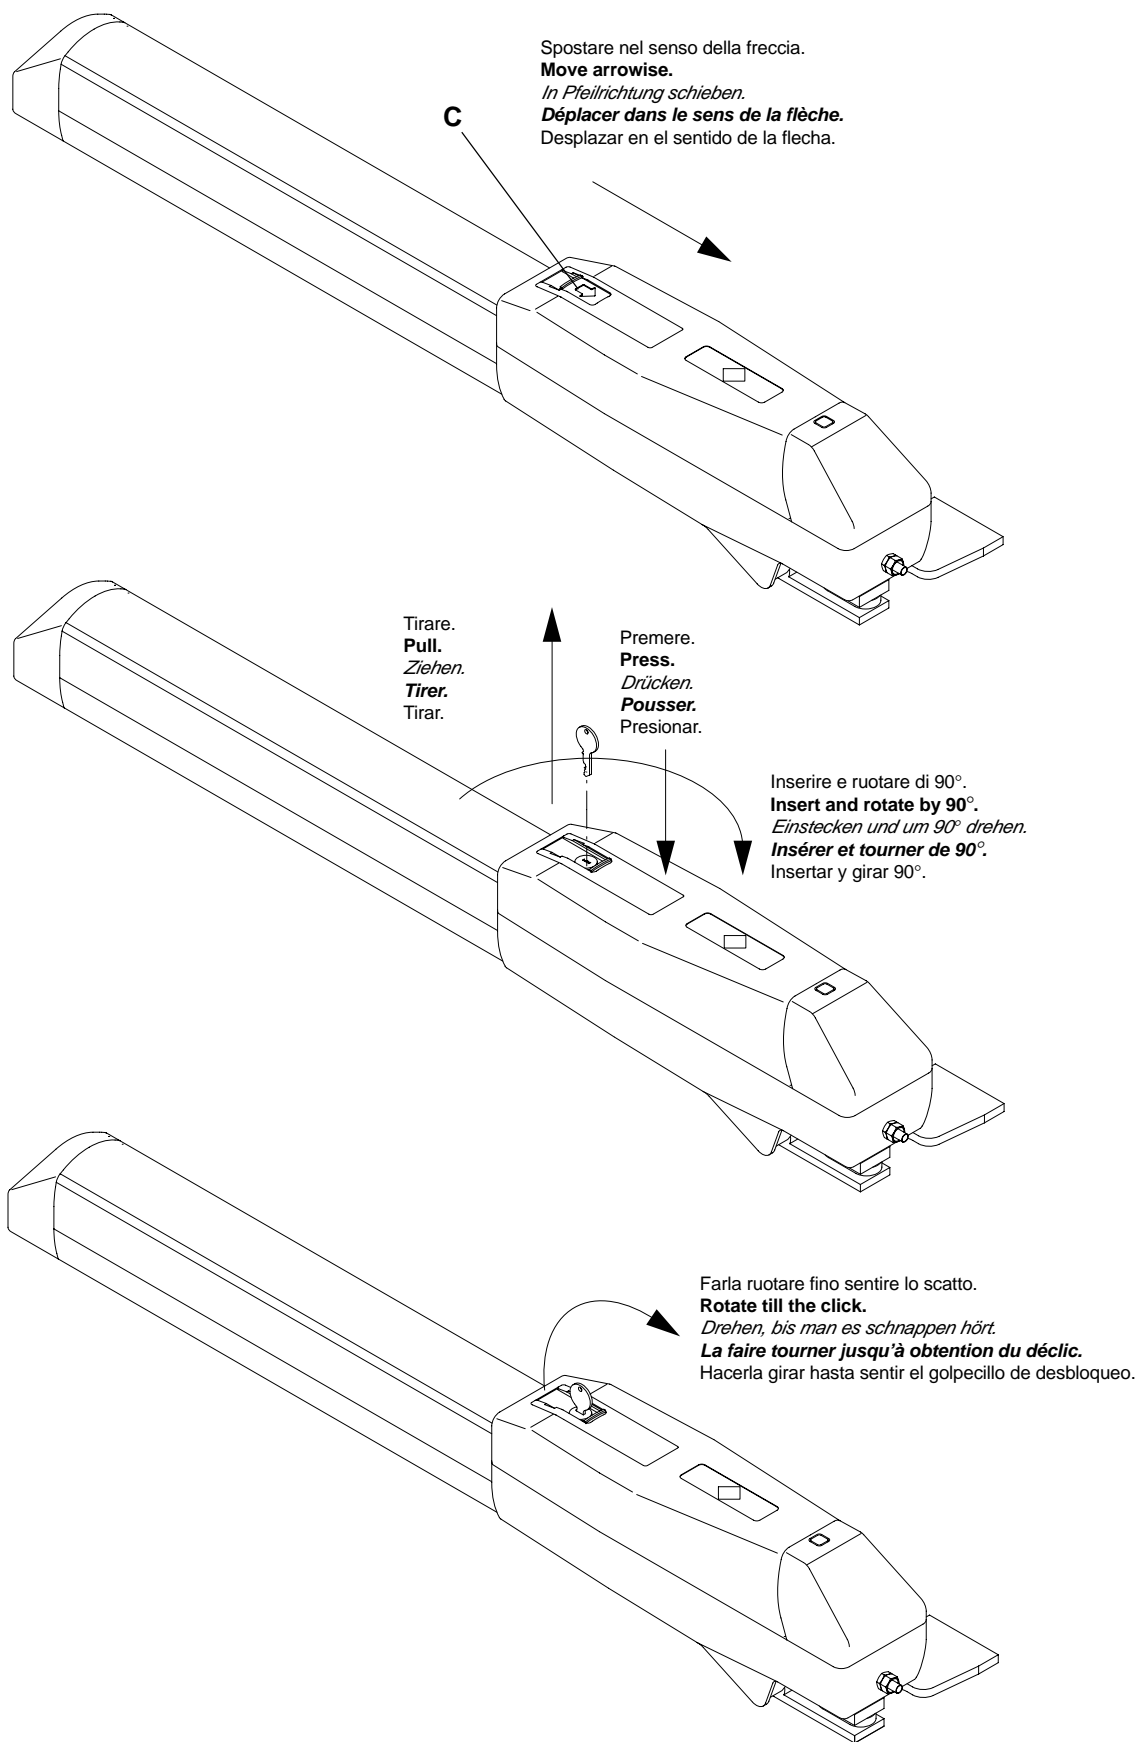

Fig.5
Come gli altri automatismi della gamma Benincà, anche il DU.3524L è dotato di uno sblocco semplice e funzionale che permette la manovra manuale in assenza di energia elettrica. Per sbloccare l'automatismo procedere come segue (vedi fig. 5):
As all the other automatism in the Benincà production range, also the DU.3524L has a simple and functional release which permits the manual move when there is no electricity. To release the automatism, please proceed as follows (see fig. 5):
*Wie die anderen Automatismen von Benincà, ist DU.3524L mit einer einfachen und praktischen Freigabe versehen, die Handbetrieb bei Stromausfall ermöglicht. Zur Freigabe des Automatismus gehe man so vor (siehe Bild 5):*
Comme pour les autres automatismes de la gamme Benincà, le DU.3524L aussi est équipé d'un déblocage simple et fonctionnel qui permet la manoeuvre manuelle en absence d'énergie électrique. Pour débloquer l'automatisme procéder comme suit (voir fig. 5):
Como los demás automatismos de la gama Benincà el DU.3524L está provisto de un desbloqueo simple y funcional que permite la maniobra manual en ausencia de energía eléctrica. Para desbloquear el automatismo proceder como sigue (vease fig.5):